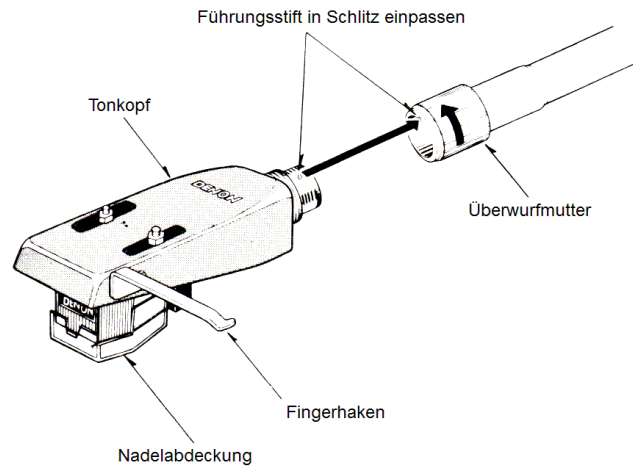

Abb. 6 Aufsetzen des Tonkopfes
- (1) Beziehen Sie sich auf Abb. 6, passen Sie den Führungsstift in den Schlitz vorn am Tonarm ein und schieben Sie den Tonkopf hinein.
- (2) Befestigen Sie den Tonkopf am Tonarm, indem Sie die Überwurfmutter in Pfeilrichtung (Abb. 6) drehen.
- (3) Wenn Sie den Tonkopf abnehmen möchten, drehen Sie die Überwurfmutter in entgegengesetzter Pfeilrichtung und ziehen ihn vorsichtig heraus.